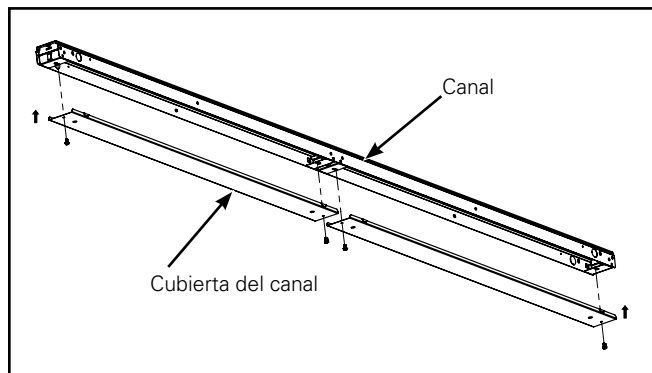

Figura 9.
2. Cablee la luminaria según el código e instale la cubierta del canal con los tornillos suministrados. (Figura 9.)